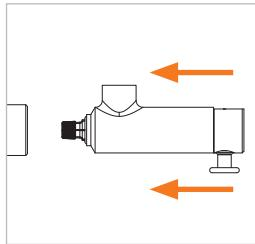

Abbildung 9
- ▶ Stecken Sie den Adapter mit gedrücktem Ventilknopf (Pos. 4) gerade und soweit in den Prüfling ein, bis die Frontdichtung (Pos. 7) den Prüfling berührt (Abbildung 9). Dadurch wird eine Beschädigung der Frontdichtung durch eventuell scharfe Kanten am Prüfling vorgebeugt und das richtige Anschließen gewährleistet.